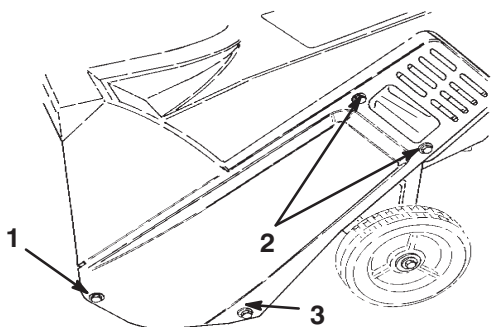

Figure 12
4. Enlevez les deux vis autotaraudeuses courtes, une vis autotaraudeuse longue, un boulon, une rondelle et un écrou qui fixent le côté gauche du carter au châssis de la déneigeuse (Fig. 12).